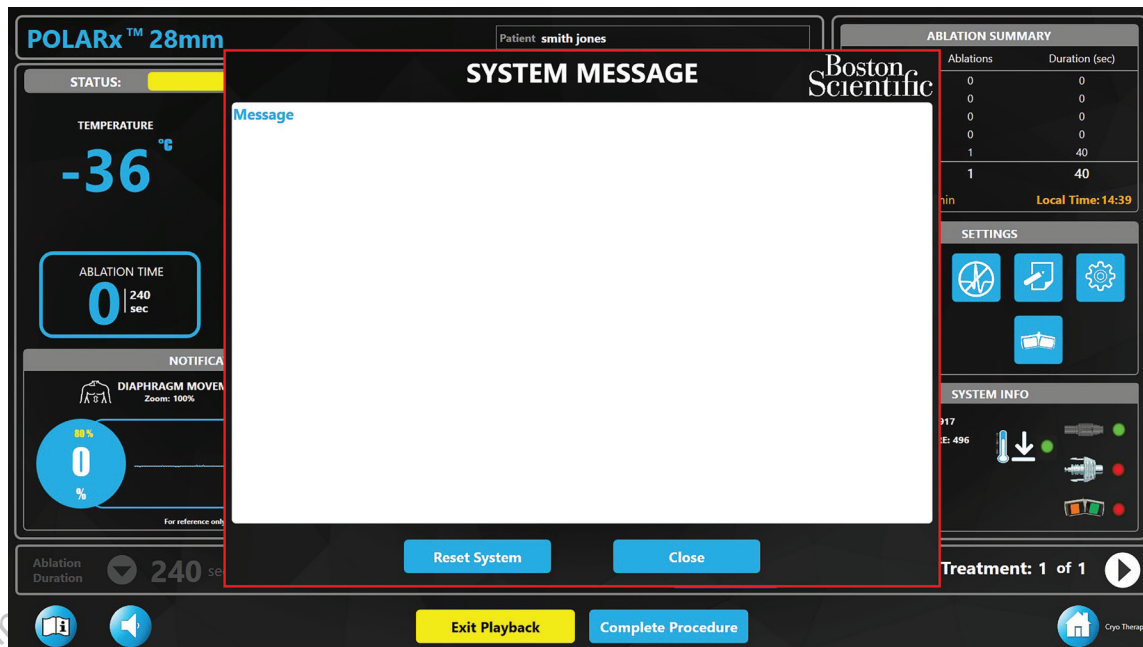

Figura 23. Mensagem do sistema eliminada
- Pressione o botão **Close** (Fechar) na janela **System Message** (Mensagem do sistema) (consulte a Figura 23).